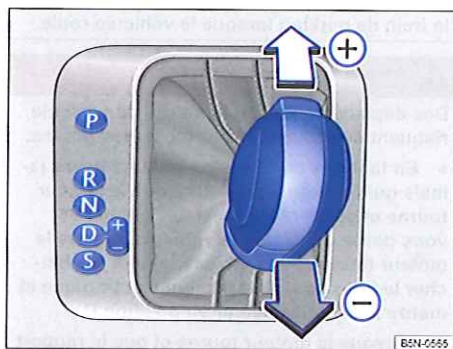

Fig. 146 Levier sélecteur dans la voie de passage Tiptronic.
- Imprimez au levier sélecteur une impulsion vers l'avant $+$ ou vers l'arrière $-$ pour passer les rapports \Rightarrow fig. 146.